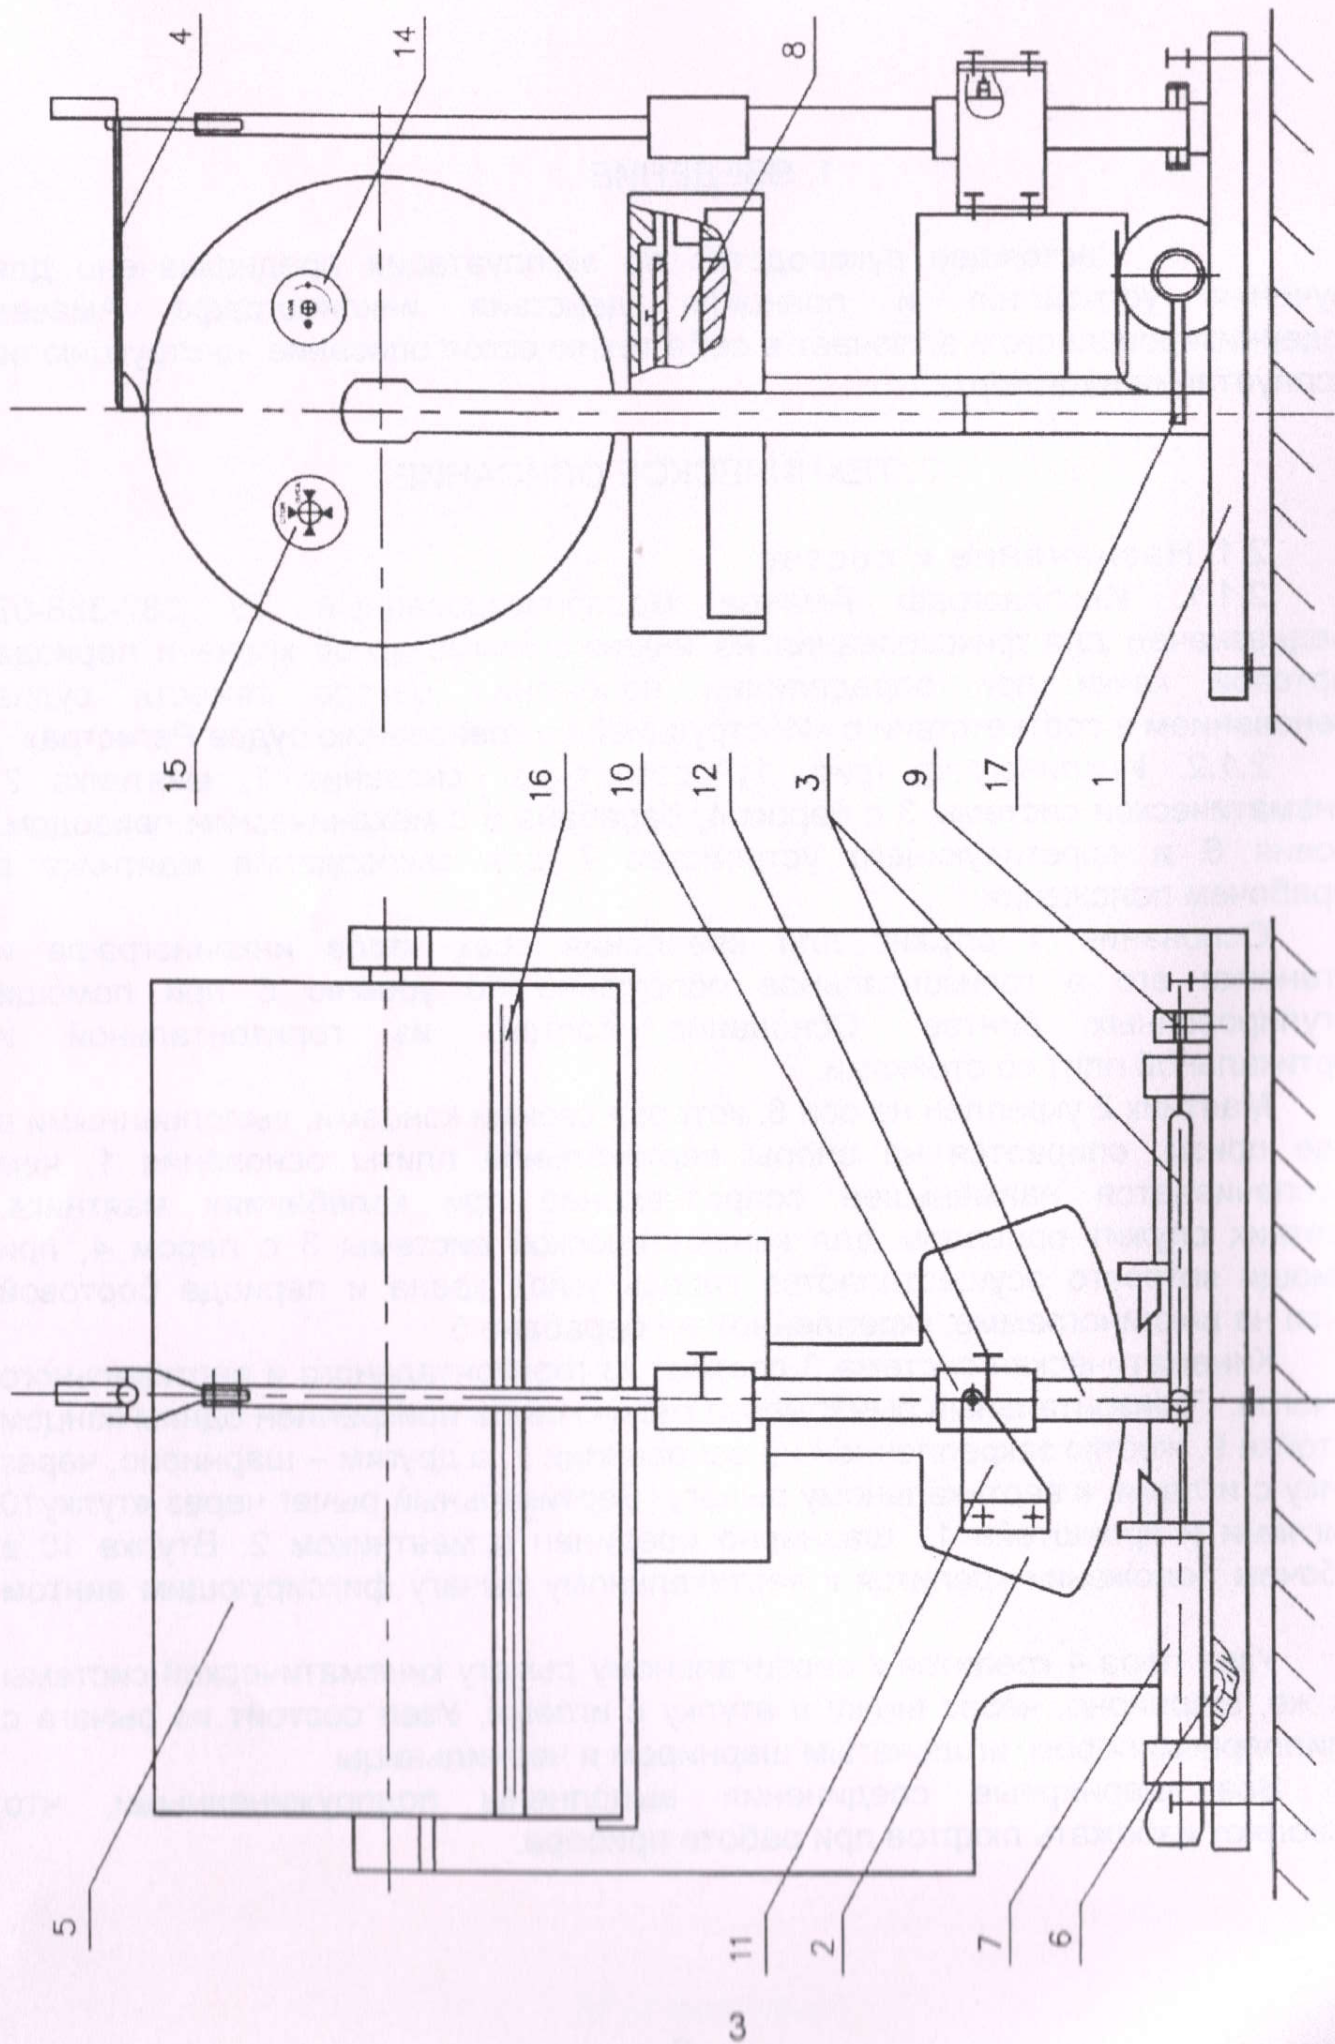

Рис. 1
2.1.2. Инклинограф (рис. 1) состоит из основания 1, маятника 2, кинематической системы 3 с пером 4, барабана 5 с механическим приводом, уровня 6 и арретирующего устройства 7 для закрепления маятника в нерабочем положении.